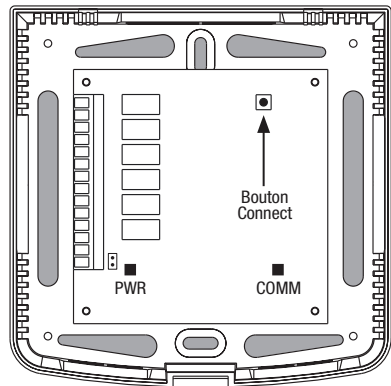

Figure 2
3. Sur le module de commande sous tension, appuyez et maintenez enfoncé le bouton **CONNECT** pendant 3 secondes (voir Figure 2).